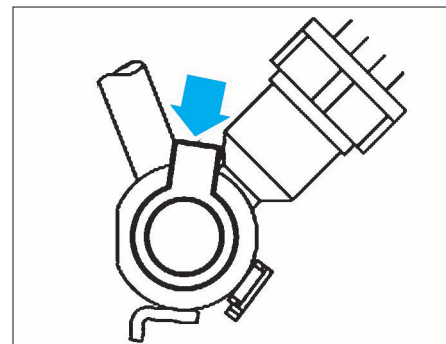

FIG. 11
- Débrancher le contacteur de pression d'huile (3).
- remplacer le joint d'étanchéité de la canalisation (1) et le poser comme indiqué (fig. 11).